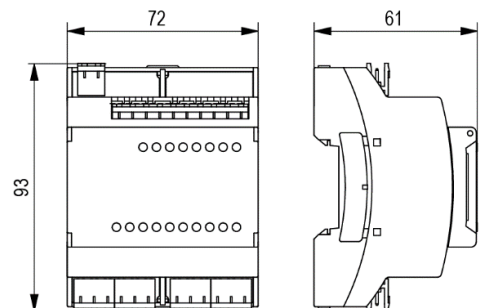

Рисунок 2 – Габаритні розміри
1. Підготувати на DIN-рейці місце для встановлення пристрою відповідно до розмірів пристрою (див. *рисунок 2*).